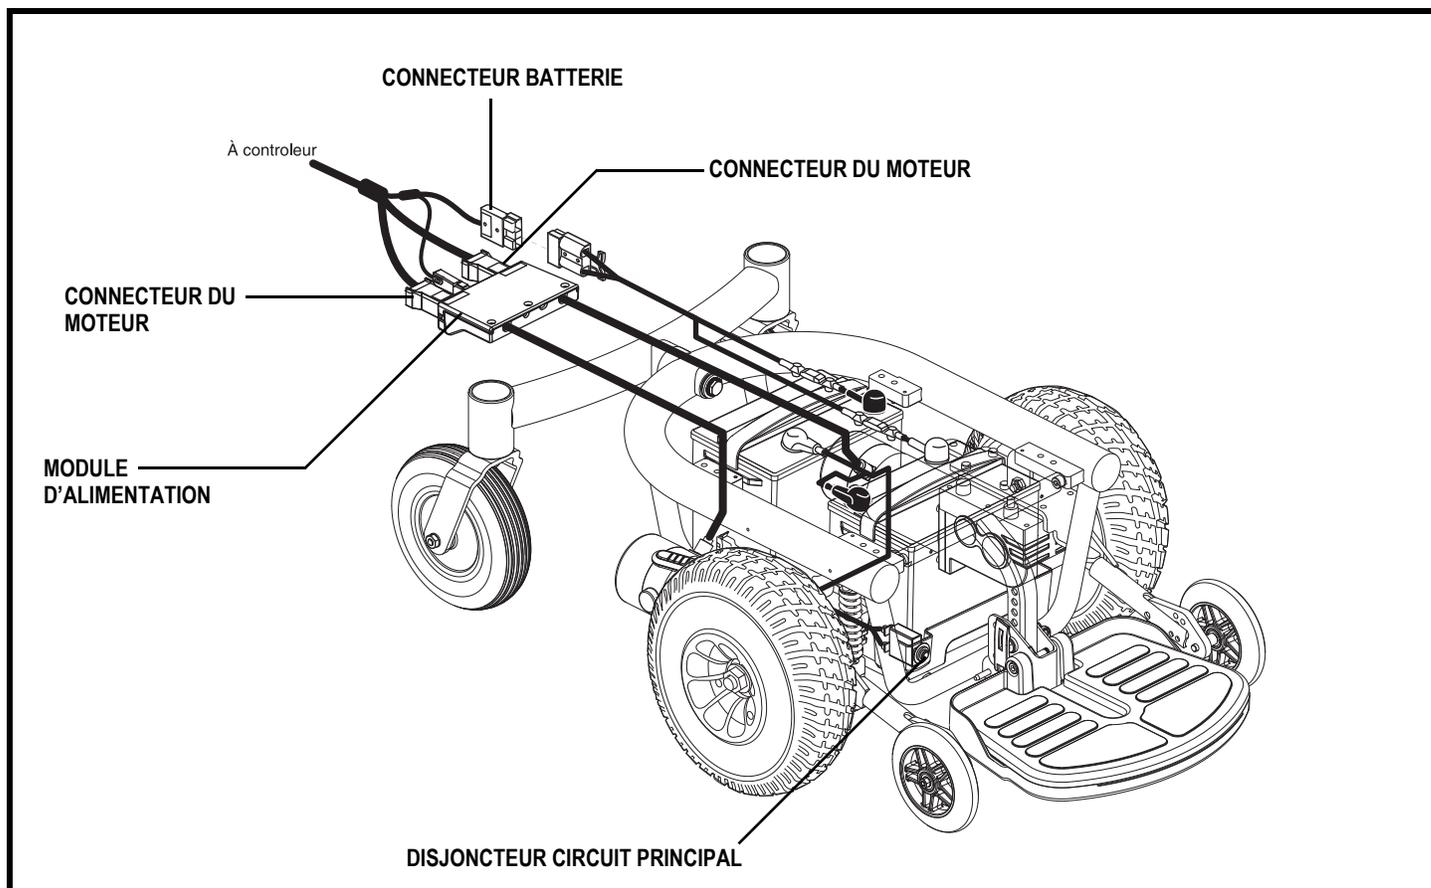

Figure 7. Composantes électroniques du Quantum 1103 Ultra
Les composantes électroniques sont situées sur la base motorisée. Le disjoncteur principal est devant le puits à batteries. Le connecteur du contrôleur et des moteurs sont situés sur le module d'alimentation à l'intérieur de la base. **Voir la figure 7.**
8. Branchez le contrôleur sur le module d'alimentation et sur les connecteurs à batteries. **Voir la figure 7.**
3. Débranchez les connecteurs du contrôleur de la module d'alimentation du contrôleur. Voir la figure 7.